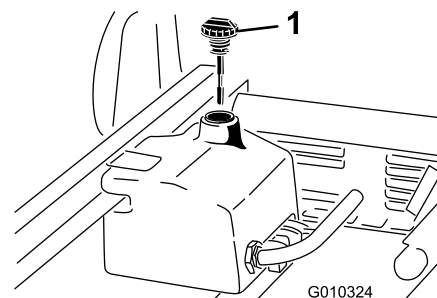

Figure 72
- Nettoyez la surface autour du goulot et du bouchon de remplissage du réservoir hydraulique (Figure 72).
- Sortez la jauge (Figure 72) du goulot de remplissage et essuyez-la sur un chiffon propre.